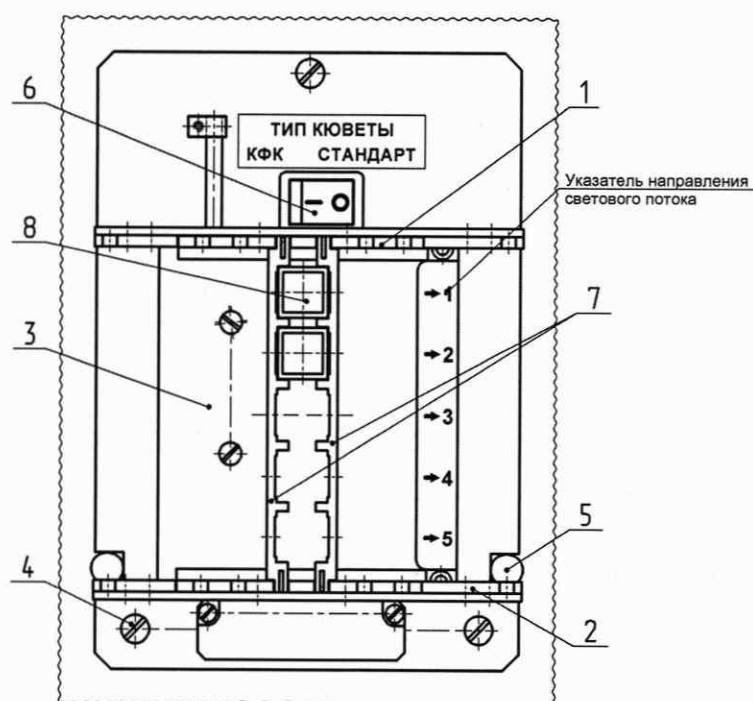

Рис. 9 Вид кюветодержателя при работе со стандартными квадратными кюветами с длиной оптического пути 10 мм.
9.3.1 В находящийся в кюветном отделении прибора универсальный кюветодержатель необходимо вставить две установочные планки на пять позиций для стандартных кювет поз.7 в пазы направляющих поз.1, как показано на Рис. 9 для кювет с длиной оптического пути 10 мм.